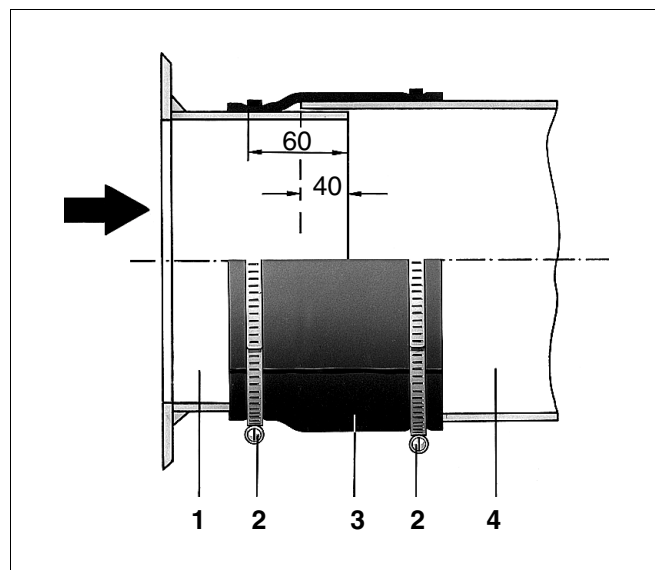

Fig. 4 Montajul țevii gazelor de evacuare
- Amplasați (fig. 4, **poz. 2**) benzile de întindere (fig. 4, **poz. 4**) pe țeava gazelor de evacuare.
- Introduceți (fig. 4, **poz. 4**) țeava gazelor de evacuare ca. 40 mm (fig. 4, **poz. 1**) în ștuțul de racordare al cazanului.
- Adăugați manșeta țevii gazelor de evacuare (fig. 4, **poz. 3**) și manșeta de etanșare.
- Deplasați (fig. 4, **poz. 2**) benzile de prindere peste manșeta de etanșeitate și trageți.